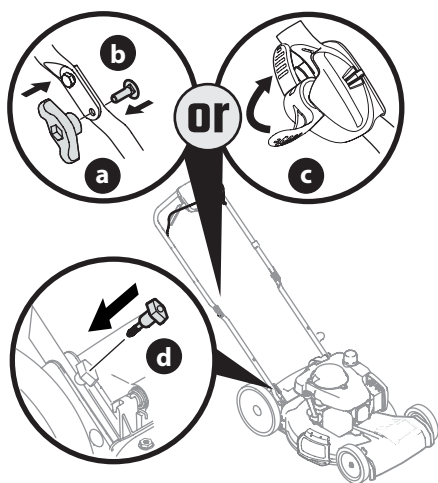

Figure 8
4. Remplacez les boutons étoile ou les écrous papillon (a) et les boulons de carrosserie (b) retirés à l'étape 2 dans les trous de la partie inférieure du guidon ou placez les loquets (c) dans la position de verrouillage. Voir Figure 8.
5. Retenez la partie inférieure aux supports du guidon avec les boulons à oreilles (d) retirés à l'étape 2. Voir Figure 8. Serrez bien les boulons pour fixer le guidon.